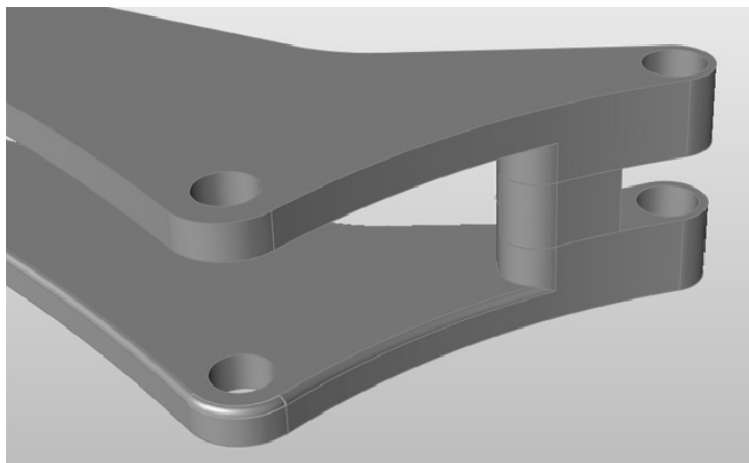

图 9-13
4) 缩小并旋转该模型，将鼠标悬停在图 9-13 所示的圆角上。